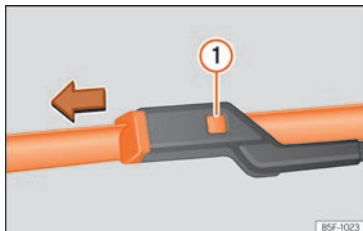

Fig. 41 Substituição das escovas limpa-vidros.
- Mantenha pressionado o botão de desbloqueio » **Fig. 41** ❶ puxando ligeiramente pela escova no sentido da seta.